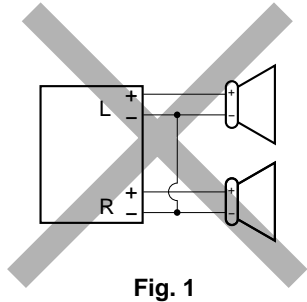
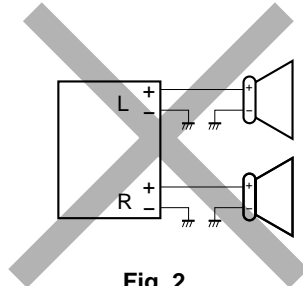

Fig. 1
Fig. 2
- ② Jaune: a la batterie de la voiture (12V constant)
- ③ Rouge: à la prise accessoire
- ④ Autres fils à l'exception du fil bleu à bandes blanches: aux enceintes
- ⑤ Bleu à bandes blanches: à l'antenne automatique (200mA max.)
- If the speaker wiring in your car is as illustrated in Fig. 1 and Fig. 2 below, DO NOT connect the unit using that original speaker wiring. If you do, the unit will be seriously damaged. Redo the speaker wiring so that you can connect the unit to the speakers as illustrated in Fig. 3.
- Si el conexionado de altavoz de su automóvil es como se indica en las Figs. 1 y 2 de abajo, NO conecte la unidad utilizando ese conexionado de altavoz original. Si lo hace, se producirán daños graves en la unidad. Vuelva a efectuar el conexionado de altavoz de manera que pueda conectar la unidad a los altavoces de la manera indicada en la Fig.3.
- Si le câblage des enceintes de votre voiture est réalisé comme montré sur la Fig. 1 ou Fig. 2 ci-dessous, NE CONNECTEZ PAS l'appareil en utilisant ce câblage original d'enceintes. Si vous le faites, l'appareil sera sérieusement endommagé. Recommencez le câblage des enceintes de façon que vous puissiez connecter l'appareil aux enceintes comme montré sur la Fig. 3.